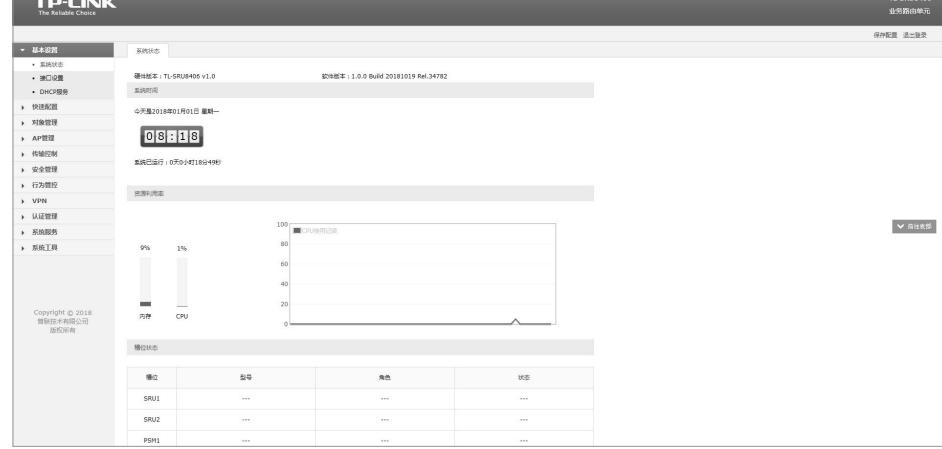

图5-3 路由器管理界面首页
5. 经过上述步骤即可成功登录路由器管理界面，如图5-3所示。点击左上角的本公司商标，可以访问本公司主页 (<http://www.tp-link.com.cn>)；点击页面左侧的主菜单栏即可进行相应功能的设置。